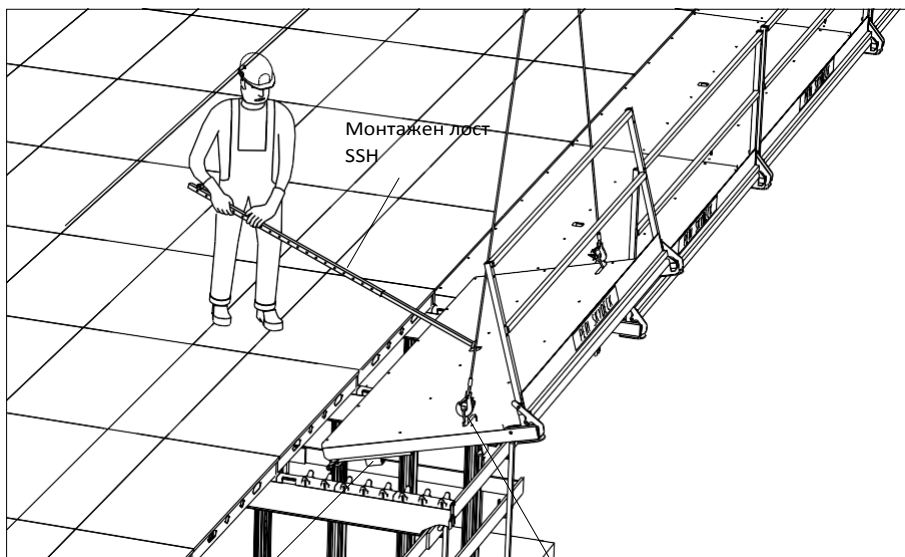

Fig. A9.12
1. С помощта на кофражната вилица SSH достигнете до вдлъбнатината на платформата и я издърпайте от безопасното ѝ положение. (Fig. A9.12)